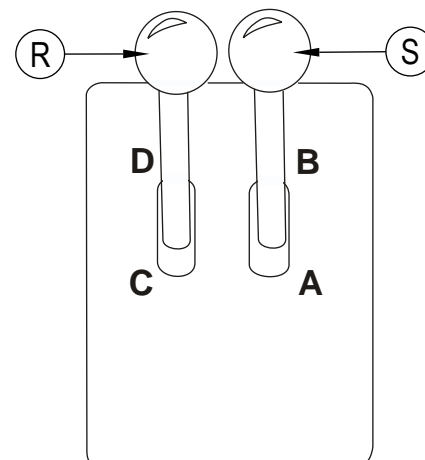

РИС. 9
Рычаг поднятия и включения правой боковой щетки (H) находится на правой стороне приборной панели. Чтобы поднять и остановить боковую щетку, возьмитесь за рычаг и поместите его в фиксирующую прорезь, обозначенную стрелкой «ВВЕРХ». Чтобы опустить боковую щетку, возьмитесь за рычаг и переместите его вверх и влево (в противоположную сторону от фиксирующей прорези). Дайте рычагу опуститься, пока он не остановится возле стрелки «ВНИЗ». Щетка начнет автоматически вращаться после опускания. Чтобы включить боковые щетки, переместите Рычаг Поднятия Бункера/Боковой Щетки вперед в положение «ВКЛ» (см. рисунок 9).
РЫЧАГ ПОДНЯТИЯ БУНКЕРА / БОКОВОЙ ЩЕТКИ (см. рис. 9)
РЫЧАГ РАЗГРУЗКИ БУНКЕРА / УПРАВЛЕНИЯ ОБРАТНЫМ ХОДОМ (см. рис. 9)
Рычаг поднятия левой боковой щетки (V) находится на левой стороне приборной панели. Чтобы поднять и остановить боковую щетку, возьмитесь за рычаг и поместите его в фиксирующую прорезь, обозначенную стрелкой «ВВЕРХ». Чтобы опустить боковую щетку, возьмитесь за рычаг и переместите его вверх и вправо от фиксирующей прорези. Дайте рычагу опуститься, пока он не остановится возле отметки «ВНИЗ». Чтобы включить боковые щетки, переместите Рычаг Поднятия Бункера/Боковой Щетки (R) РИСУНОК 9 вперед в положение “ВКЛ”.